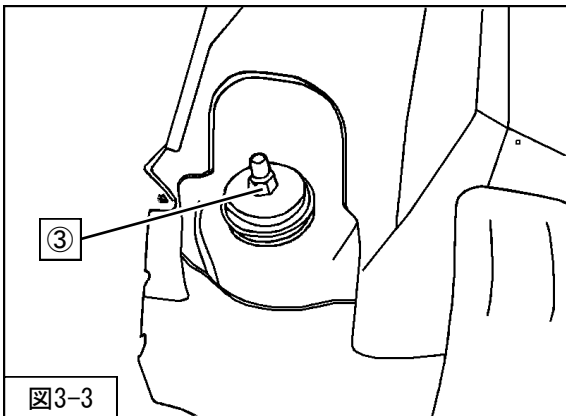

図3-3
5. ③リアショックアブソーバASSYアッパー取付ナットを取外してください。(図3-3)